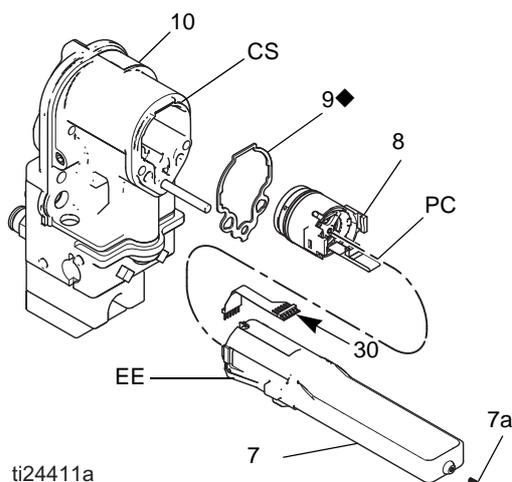
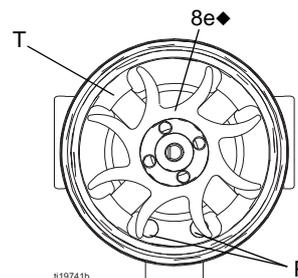

FIG. 38 . Alimentation électrique
FIG. 39 . Orientation du ventilateur
**REMARQUE :** Remplacez les paliers de la turbine après 2000 heures de fonctionnement. Commandez le kit 24N706 de coussinets. Les pièces contenues dans le kit sont repérées par un symbole (◆). Consultez la FIGURE 38 et la FIGURE 41.
3. Mesurez la résistance entre les deux bornes extérieures du connecteur à 3 câbles (PC) ; elle doit être comprise entre 2 et 6 ohms. Si cette plage n'est pas respectée, remplacez la bobine de la turbine (8a).
5. Si cela est nécessaire, faites tourner le ventilateur (8e) de sorte que ses pales ne se trouvent pas devant les quatre languettes de coussinet (T) du boîtier (8d). Consultez la FIGURE 39.
7. Maintenez l'ensemble de bobine (8a) sur un établi en orientant l'extrémité du ventilateur vers l'avant. Retirez le ventilateur (8e) de l'axe (S) à l'aide d'un tournevis plat large.
10. Installez le nouveau coussinet inférieur (8b1) sur la partie longue de l'axe (S). La partie la plus plate du coussinet doit être orientée à l'opposé de l'aimant (M). Installez dans la bobine (8a) de sorte que les languettes de coussinet sont au niveau de la surface de la bobine.
12. Maintenez l'ensemble de bobine (8a) sur un établi en orientant l'extrémité du ventilateur vers l'avant. Appuyez sur le ventilateur (8e), sur l'extrémité longue de l'axe (S). Les pales du ventilateur doivent être orientées comme illustré dans la FIGURE 39.
13. Appuyez doucement l'ensemble de la bobine (8a) sur l'avant du boîtier (8d) tout en alignant la broche de la bobine avec la fente du boîtier. Le connecteur à 3 câbles (PC) doit être placé sous la partie la plus large (W) des languettes du boîtier.
14. Faites tourner le ventilateur (8e) de sorte que ses pales ne se trouvent pas devant les quatre languettes de coussinet (T) à l'arrière du boîtier. Assurez-vous que les pales du coussinet inférieur (8b1) s'alignent avec les languettes.